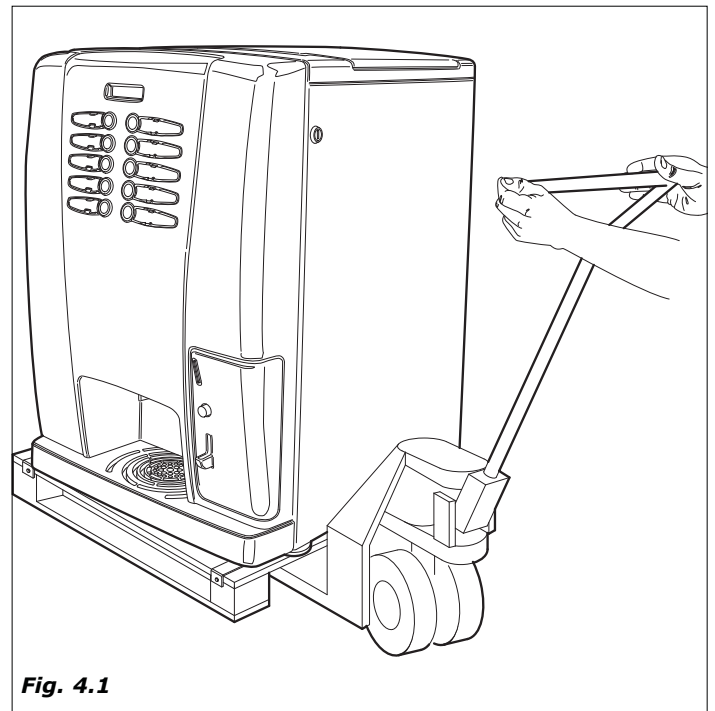

Fig. 4.1
4.1 Déplacement et transport (figure 4.1).